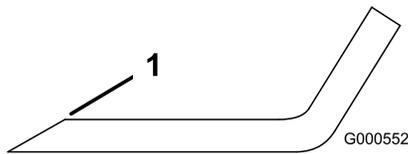
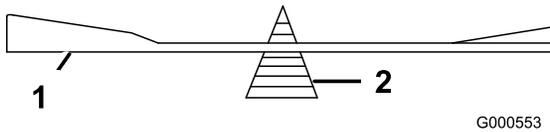

Figure 54
Figure 55
1. Au moyen d'une lime, aiguiser les tranchants aux deux extrémités de la lame (Figure 54). Veillez à conserver l'angle de coupe d'origine. Limez la même quantité
2. Vérifiez l'équilibre de la lame en la plaçant sur un équilibreur (Figure 55). Si la lame reste horizontale, elle est équilibrée et peut être utilisée. Si la lame est déséquilibrée, limez un peu l'extrémité de la partie relevée seulement (Figure 54). Répétez cette procédure jusqu'à ce que la lame soit équilibrée.